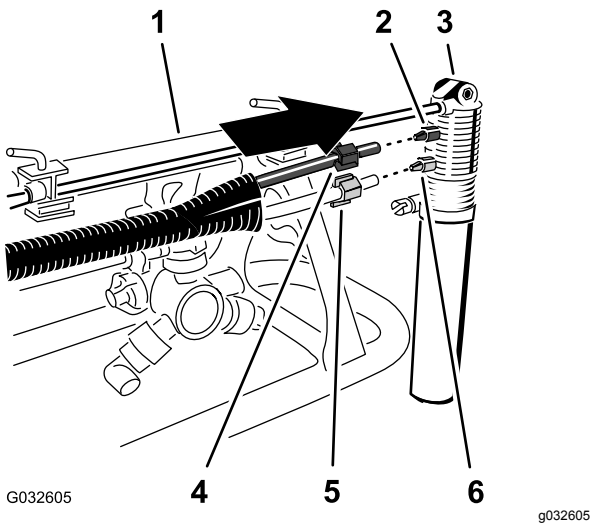

图13
1. 滑动蓝色管子两端的蓝色压紧螺母和透明管子两端的白色压紧螺母图13。
- 将透明管子带白色压紧螺母的一端与泡沫标记喷嘴的白色接头对齐然后用手拧紧压紧螺母图13。
- 将蓝色管子带蓝色压紧螺母的一端与泡沫标记喷嘴的蓝色接头对齐然后用手拧紧压紧螺母图13。